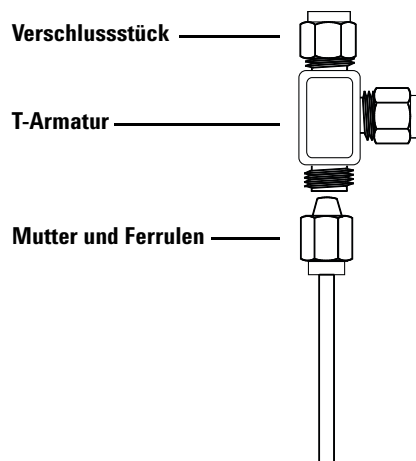

Abb. 14 Swagelok-T-Stück
- 1 Schneiden Sie die Leitung dort durch, wo Sie das T-Stück installieren möchten. Verbinden Sie Leitung und T-Stück mit einer Swagelok-Armatur. Siehe Abb. 14.